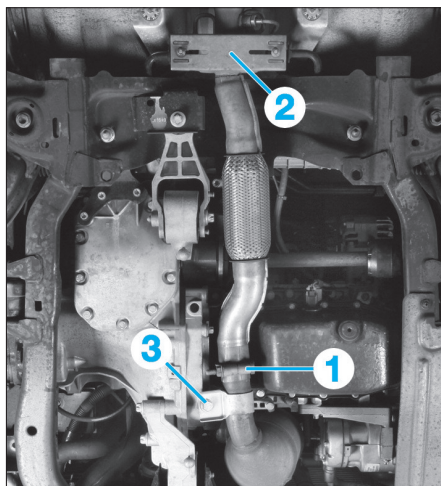

FIG. 56
- le collier (1) (Fig.56),
- Extraire l'échappement de ses cales élastiques (2).
- la vis de fixation (3) du catalyseur sur la boîte de vitesses.